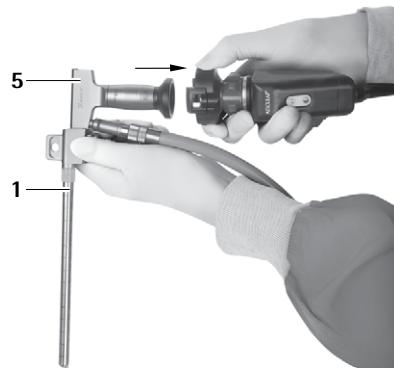
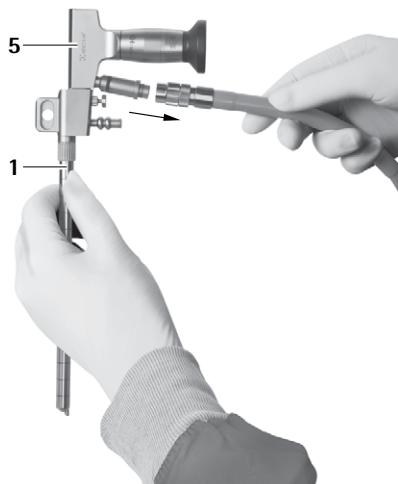

Fig. 6
Fig. 7
- Togliere la videocamera e il cavo a fibre ottiche 5, vedere Fig. 6 e vedere Fig. 7.